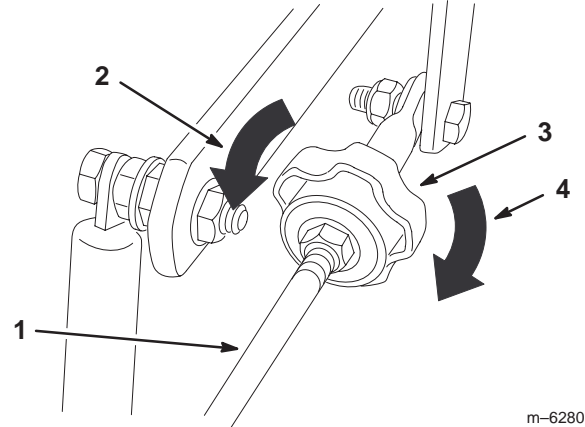

Figure 46
4. Pour que la machine tire à droite, tournez le bouton vers la droite de la machine (voir la figure 46).
5. Pour que la machine tire à gauche, tournez le bouton vers la gauche de la machine (voir la figure 46).